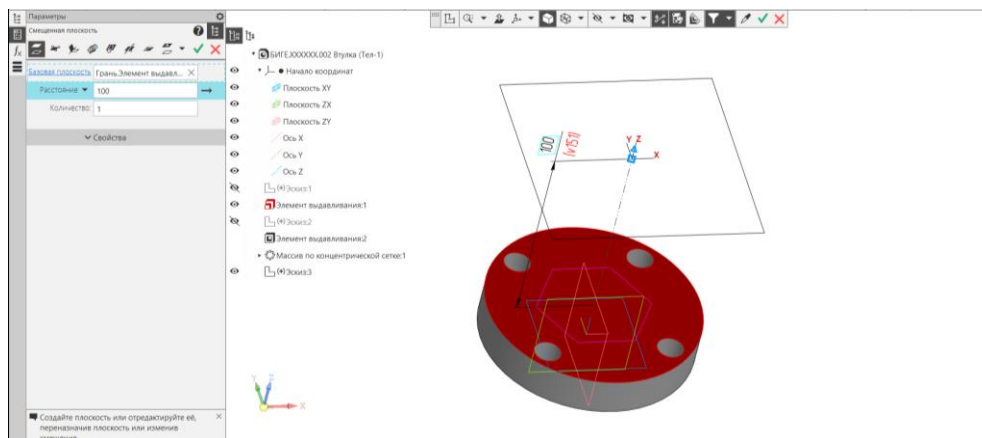

Рис. 19 Команда «Смещенная плоскость»
Для создания второго эскиза необходимо создать рабочую плоскость, параллельную плоскости верхнего основания фланца и отстоящую от нее на 100 мм. Для построения плоскости выбрать команду «Смещенная плоскость» на панели «Вспомогательные объекты» (рис. 19).
- **Твердотельное моделирование – Вспомогательные объекты – Смещенная плоскость.** Параметры операции: базовая плоскость – Верхнее основание Элемента выдавливания 1 (фланец); расстояние – 100 мм; количество элементов – 1 (см. рис. 19).